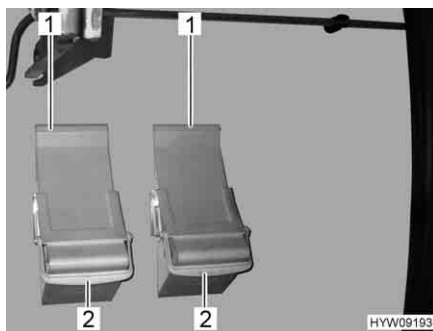

Fig. 19 Cunei d'arresto
- Ruotare verso il alto la staffa di supporto (Fig. 19,2).
- Estrarre il cuneo d'arresto (Fig. 19,1) dal supporto.